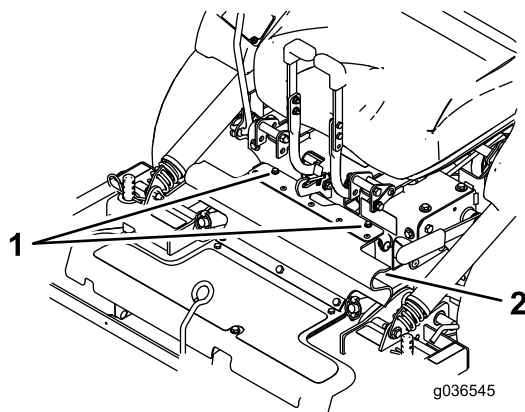

**Figure 71**
7. Retirez les goupilles à anneau à l'avant des bras de poussée, de chaque côté de la machine (Figure 71).
7. Fixez les bras de poussée sur les côtés gauche et droit de la machine avec des goupilles à anneau (Figure 71).